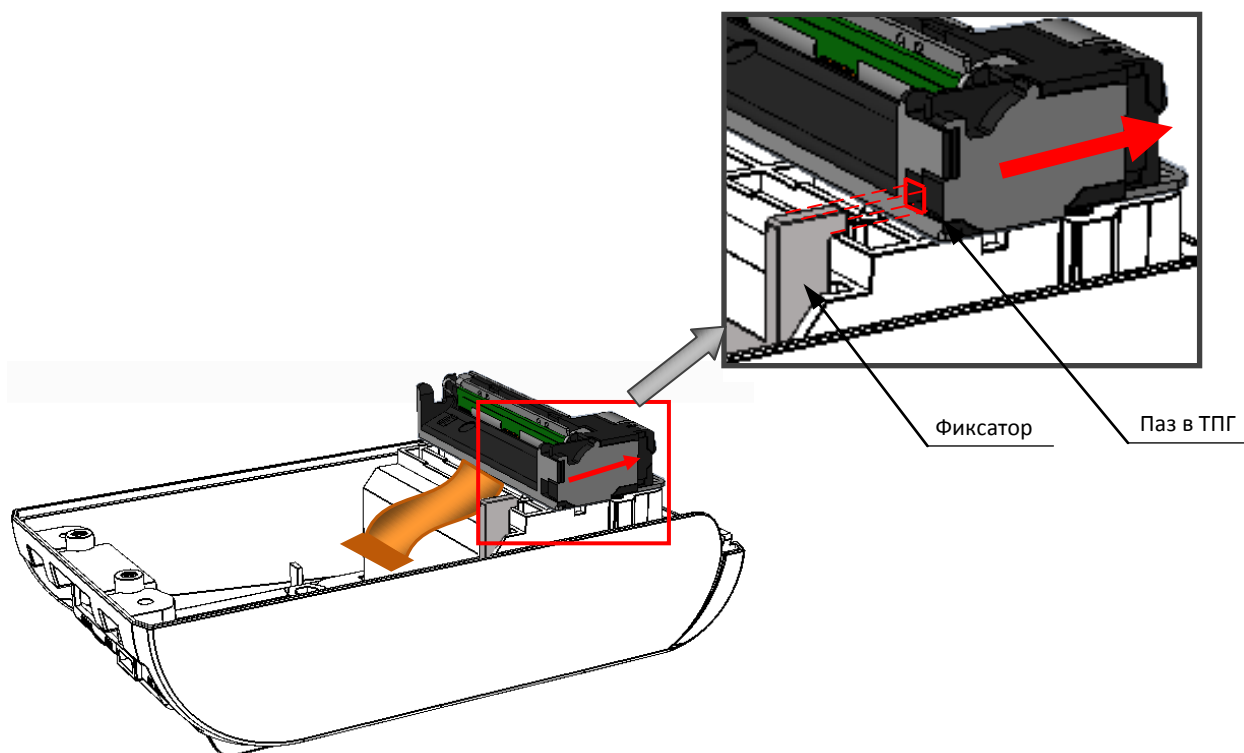

Рисунок 18. Направление смещения ТПГ с учетом расположения фиксатора в нижней части корпуса и паза в ТПГ
6. Затем аккуратно сместить ТПГ в направлении, показанном на рисунке и освободить фиксатор нижней части корпуса изделия из паза ТПГ (смотрите рисунок 18).
7. Установить на место старого экземпляра ТПГ новый экземпляр печатающего устройства, совместив фиксатор в нижней части корпуса изделия и паз в ТПГ (смотрите рисунок 18). ТПГ на нижней части корпуса изделия должно быть расположении как показано на рисунке ниже.